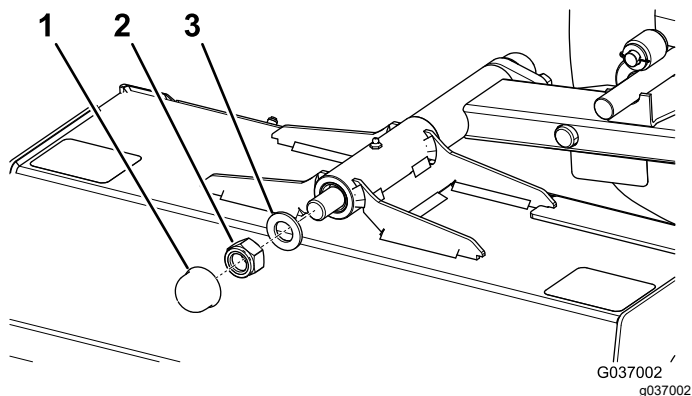

Figura 78
4. Retire el tapón, y retire la tuerca (M24) y la arandela del eje de pivote (Figura 78).
5. Instale la arandela y la contratuerca (M24), y apriete la contratuerca (Figura 78).